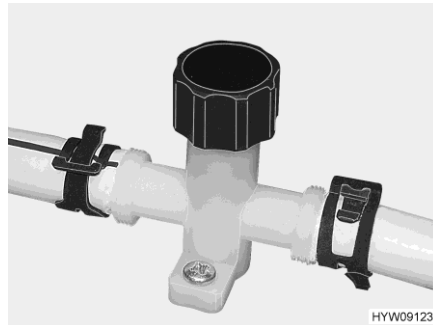
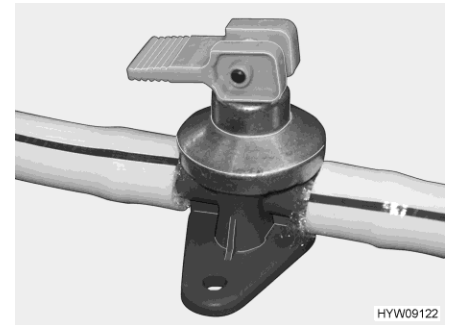

Bild 172 Avtappningskran (vattenledning)
Bild 173 Avtappningskran (varmvattenberedare Alde)
- Stäng avtappningskranarna. Vrid då locket (Bild 172) medurs och ställ vipparmen (Bild 173) vågrätt.
- Öppna avtappningskranarna. Vrid då locket (Bild 172) moturs och ställ vipparmen (Bild 173) lodrätt.